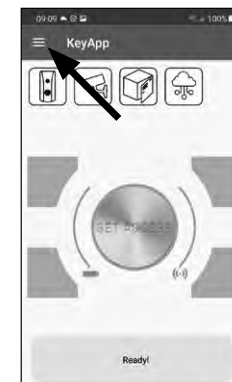

Abb. 27
- 1 Öffnen Sie das Hauptmenü (Abb. 27).